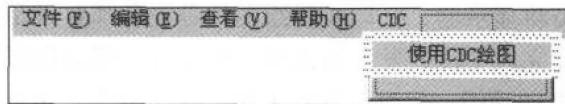

图 1-1 建立菜单资源
- 使用资源编辑器编辑应用程序的主菜单。单击 Workspace 窗口中 Resource View 选项卡。首先添加“CDC”菜单，然后将“使用 CDC 绘图”菜单项添加到“CDC”菜单中，编辑 IDR\_MAINFRAME 菜单资源，如图 1-1 所示。CDC 菜单项设置如表 1-1 所示。